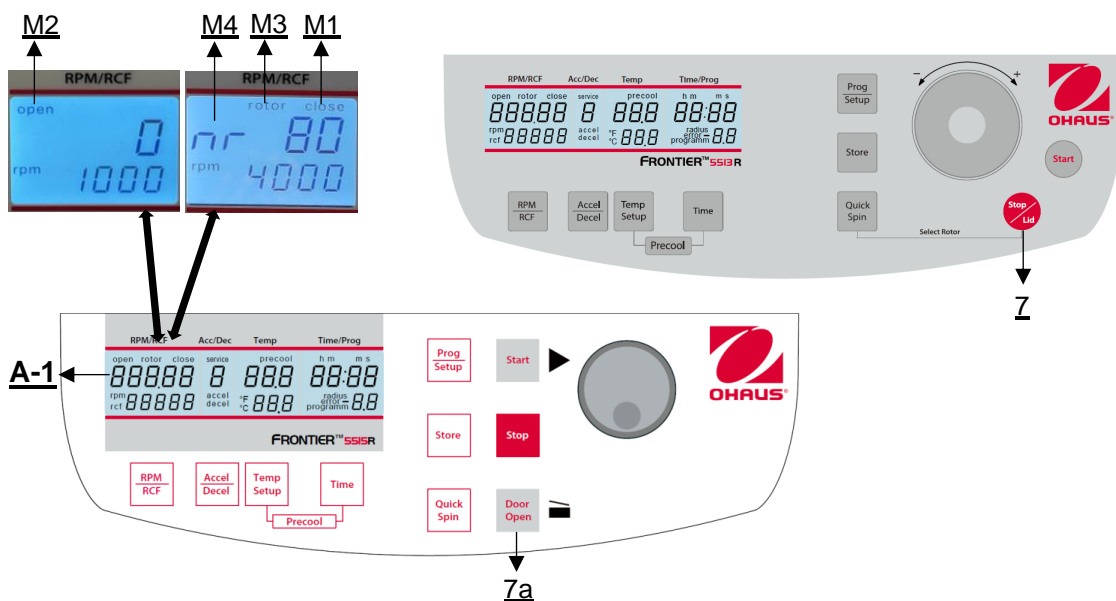

Figura 11
Dopo la corsa, quando il coperchio della centrifuga rimane chiuso, la parola **"close"** (M1) continua a comparire sul display **"RPM | RCF"** (A-1). Allo stesso tempo, sul display (M4) viene visualizzato l'ID del rotore attuale, ad esempio **"nr 80"**. Non appena il coperchio viene rilasciato premendo il tasto **"Door Open"** (7a) o **"Stop | Lid"** (7) o, appare la parola **"open"** (M2). Ora è possibile aprire il coperchio della centrifuga. Fare riferimento alla **Figura 11** qui sotto.
Fare riferimento alla **Figura 11**.